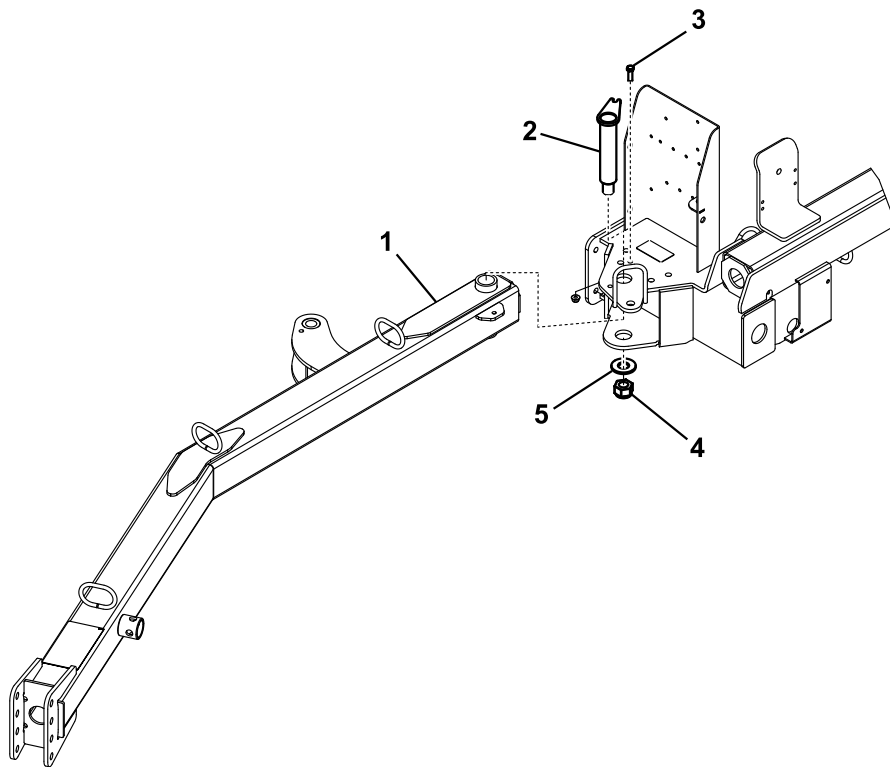

図 3
1. ヒッチ・トングの後端部をスィーパの取り付けプレートの中に入れ、取り付け穴を整列させる (図 3)。
2. 取り付けプレートとヒッチ・トングにヒッチ・ピンを通す (図 3)。
3. 3/8 x 1-1/4” キャップスクリューと 3/8 in ロックナットで、ヒッチ・ピンの上部を取り付けプレートに固定する (図 3)。
4. 大きいワッシャ、大きいナット、角頭の固定ネジを使って、ヒッチ・ピンの下部を固定する (図 3)。